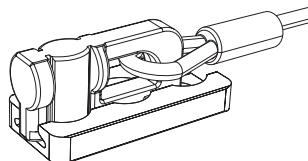

Fig.3
- È possibile sospendere le ROAD tramite appositi ganci per mezzo del sistema di aggancio rapido "fly track" (fig.3);
- It is possible to suspend the ROAD series cabinets through appropriate hooks by means of the quick hook system "fly track" (fig.3);